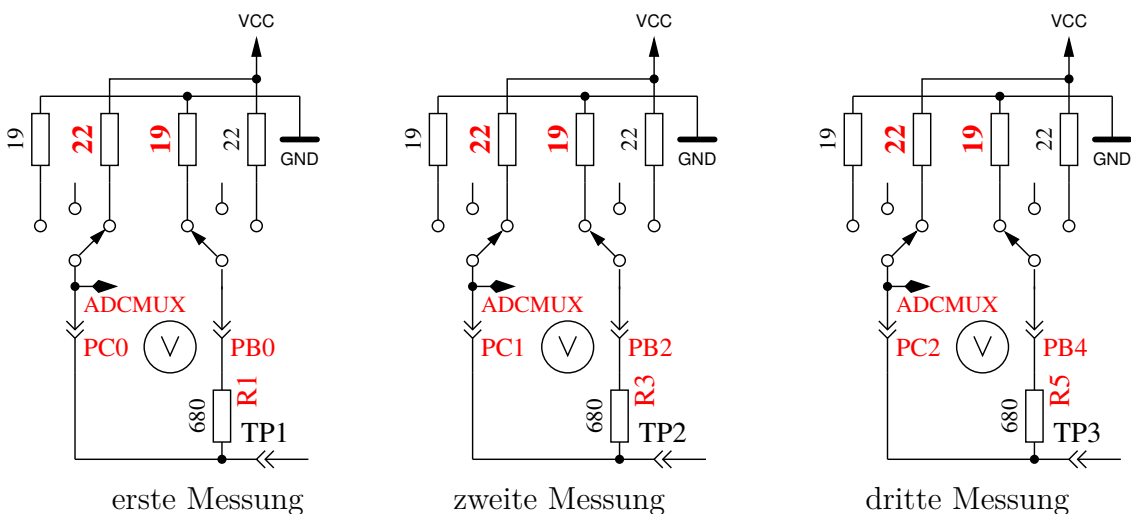

Abbildung 5.67. Messung des Innenwiderstandes des auf VCC geschalteten Port-C-Ausgängen.
9. **Messung des Innenwiderstandes von auf VCC geschalteten Port-Ausgängen.** Der benötigte Strom wird von auf GND geschalteten 680Ω-Widerständen geliefert. Es ist die gleiche Messung wie die in Test 8 zur anderen Seite, wie in Abbildung 5.67 gezeigt wird. Der Innenwiderstand wird wie folgt berechnet: Um den Strom zu berechnen: $(5001 - (\text{ErgebnisvonTest8}) - (\text{ErgebnisvonTest9})) / 680$. Die Widerstandswerte ergeben sich, wenn die gemessene Spannung durch diesen Strom dividiert wird. Das Ergebnis für diesen Test wird dann in Zeile 1 mit dem Text „RI_Hi=“ in Ω angezeigt, der Innenwiderstand zur GND-Seite wird in Zeile 2 mit dem Text „RI_Lo=“ angezeigt. Diese Werte werden ab Software-Version 1.06k bei jeder Messung neu bestimmt und hier nur dargestellt.